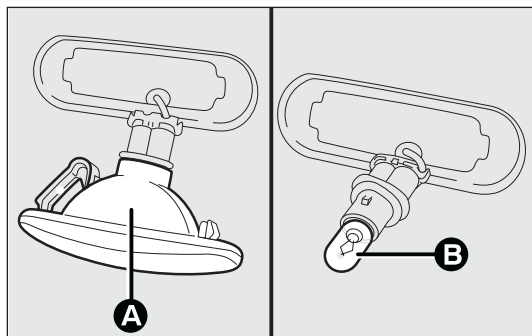

fig. 148
- estrarre la lampada B-fig. 148 e sostituirla;